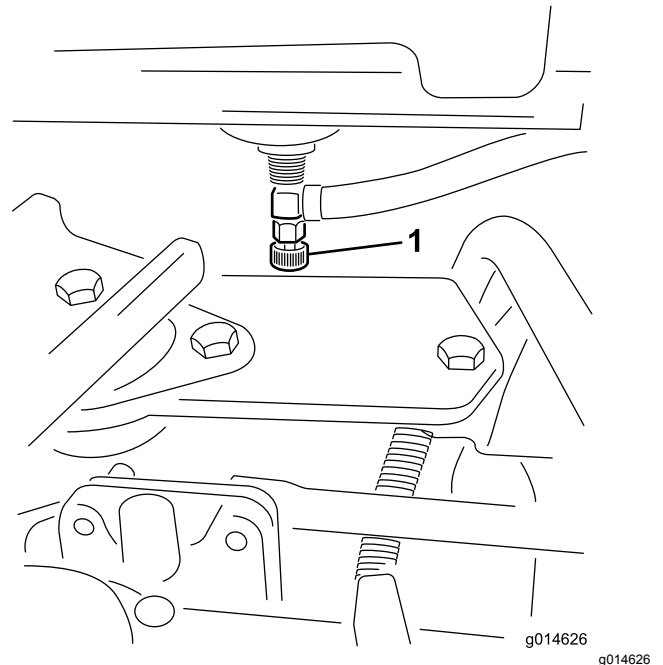

Bild 45
1. Schließen Sie den Kraftstoffhahn (Bild 45) unter dem Kraftstofftank.